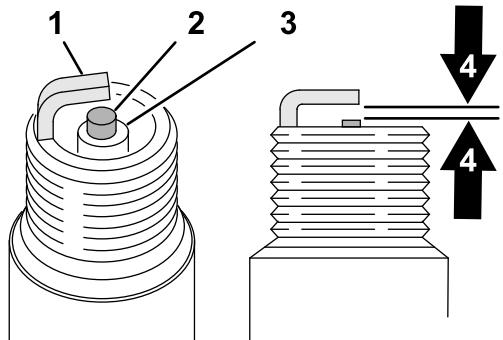

Figure 36
5. Examinez le centre des bougies (Figure 36). Si l'isolateur est recouvert d'un léger dépôt gris ou brun, le moteur fonctionne correctement. S'il est recouvert d'un dépôt noir, cela signifie généralement que le filtre à air est encrassé.
6. Mesurez l'écartement entre électrodes centrale et latérale (Figure 36). L'écartement doit être de 0,76 mm (0,030 po).